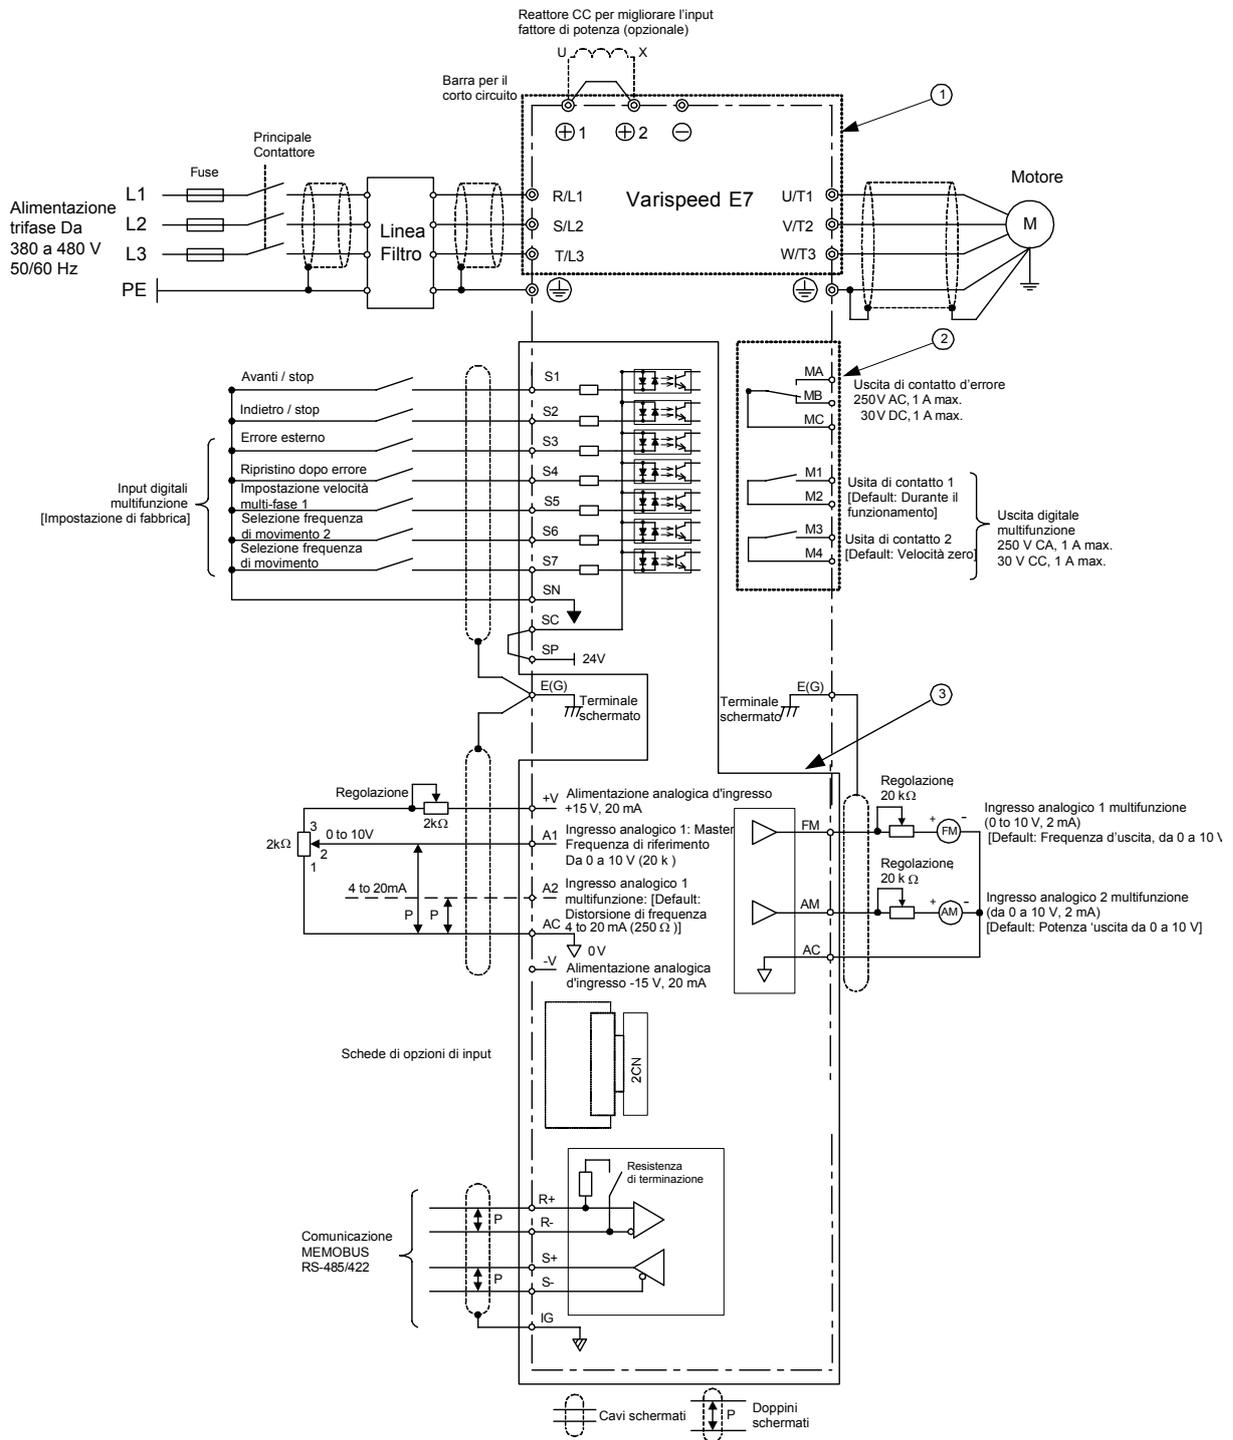

Fig 4 Schema di cablaggio
- Nel Fig 4 cablaggio degli ingressi digitali da S1 a S7 è visualizzata la connessione dei contatti o dei transistor NPN (0V modalità comune o in discesa). Questa è un'impostazione di default. Per la connessione dei transistor PNP o per l'uso di un'alimentazione esterna da 24V, riferirsi a Tabella 3.